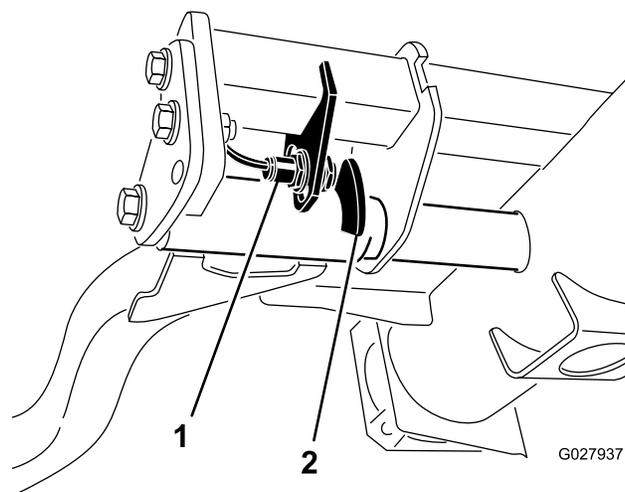

Figura 36
2. Allentate le viti di montaggio dell'interruttore del braccio di sollevamento (Figura 36) e abbassate l'interruttore per aumentare l'altezza d'inversione del braccio di sollevamento o alzate l'interruttore per ridurla. Serrate le viti di fissaggio.
**Nota:** L'interruttore è situato sotto il serbatoio idraulico, dietro il braccio di sollevamento anteriore destro (Figura 36).